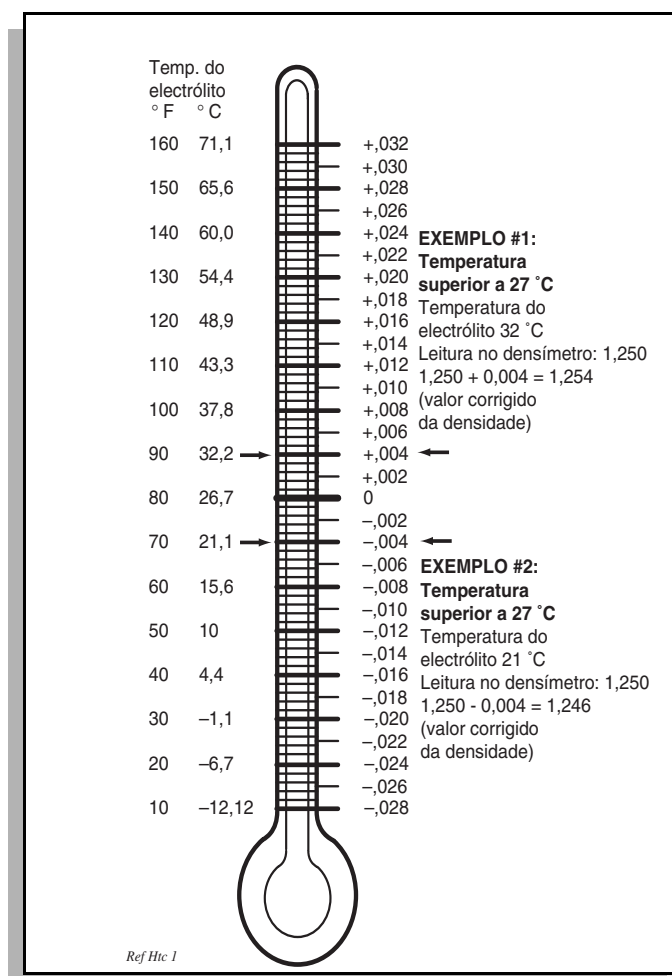

Fig. 35 Correcção do valor do densímetro com a temperatura
4. Acrescente ou subtraia quatro pontos 0,004 à leitura por cada 6° C que a temperatura do electrólito esteja acima ou abaixo dos 27° C. Acerte a leitura para ficar de acordo com a temperatura do electrólito, por exemplo, se a leitura indicar uma gravidade específica de 1,250 e a temperatura do electrólito for de 32° C, **acrescente** quatro pontos 0,004 aos 1,250 o que dá uma leitura corrigida de 1,254. De modo inverso, se a temperatura do electrólito for de 21° C, **subtraia** 4 pontos (0,004) de 1,250, o que dará um valor de 1,246 (Fig. 35, página 26).